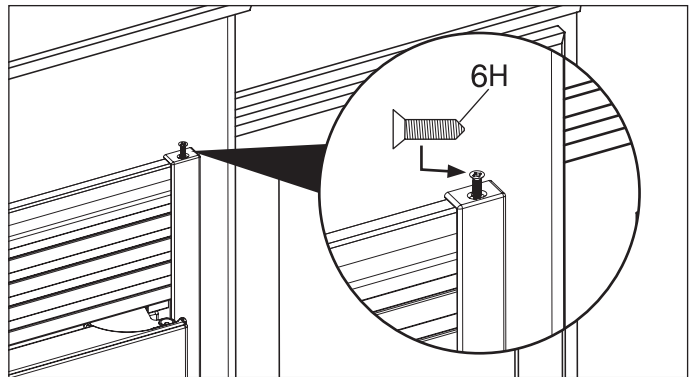

Figura 18
- Ajuste los tornillos con la moldura superior. (Consulte la Figura 18).